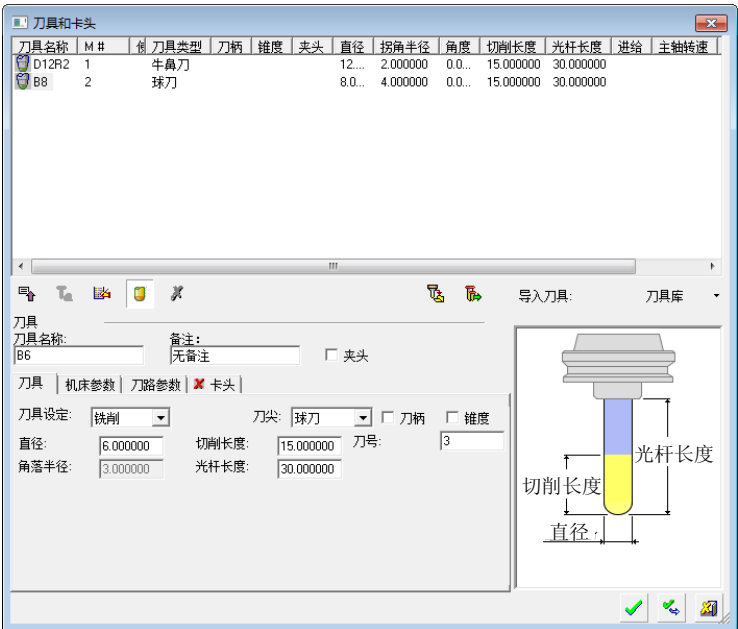

图 3-69 创建 B6 球刀
3) 创建 B6 球刀。单击“加工向导”工具栏上的“刀具”按钮，弹出“刀具和卡头”对话框，单击新刀具按钮，设置刀具参数，如图 3-69 所示。依次单击确定按钮，完成刀具创建。